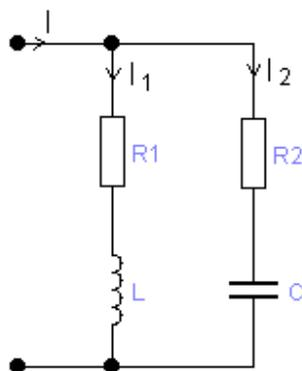

Рисунок 2 – RLC – цепь
4.2 Рассчитать цепь с параллельным соединением RL и RC (рисунок 2).